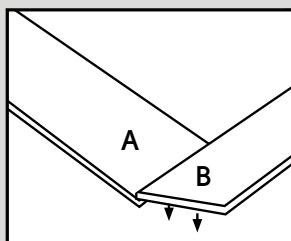

Abb. 4a
4. Nehmen Sie eine „A“-Dielle und eine „B“-Dielle und platzieren Sie diese wie unten dargestellt. Kippen Sie die vordere Längskante von Dielle B, schieben Sie die Nuten ineinander und legen Sie beide Dielen flach aus (Abb. 4a und 4b).